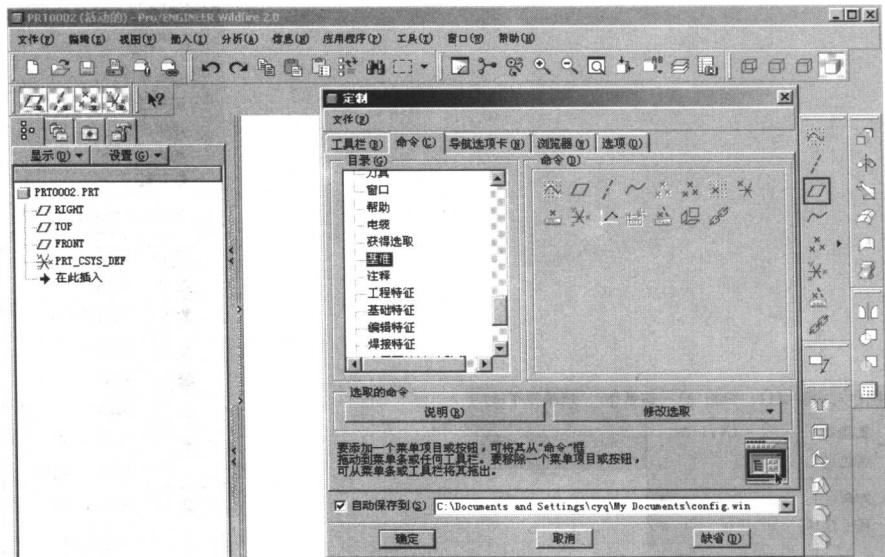

图 0.2 添加/移除按钮操作界面
- (1) 执行【工具】|【定制屏幕】命令。
- (2) 打开【定制】对话框，切换到【命令】选项卡。
- (3) 拖动对话框的滚动条，找到自己要添加的按钮类别，并单击选取该类别，在【命令】区即显示该类按钮。
(4) 采用直接拖拉图标按钮的方式来添加/移除按钮。将【定制】对话框内的图标拖拉到主窗口工具栏即可添加该命令按钮，将主窗口的图标向【定制】对话框拖拉则可移除该命令按钮。在拖拉之前一定要先选中要拖放的图标，如图 0.2 所示为添加按钮和移除按钮的操作界面。